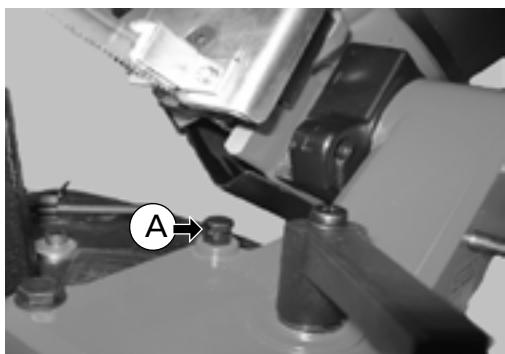
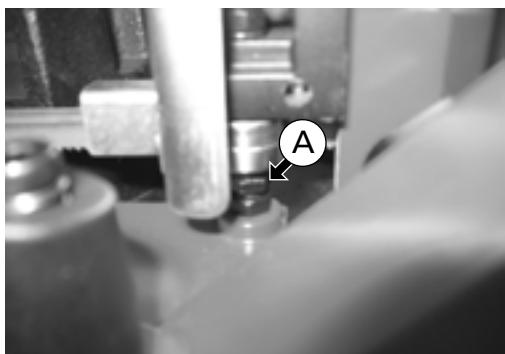

Fig. 21
Fig. 22
O fim de curso (A) - (Fig. 21) controla a profundidade até à qual o arco da serra de fita pode ser descido e evita o contacto da lâmina de corte com a base (Fig. 22).
Elementos da Fig. 21 - 22